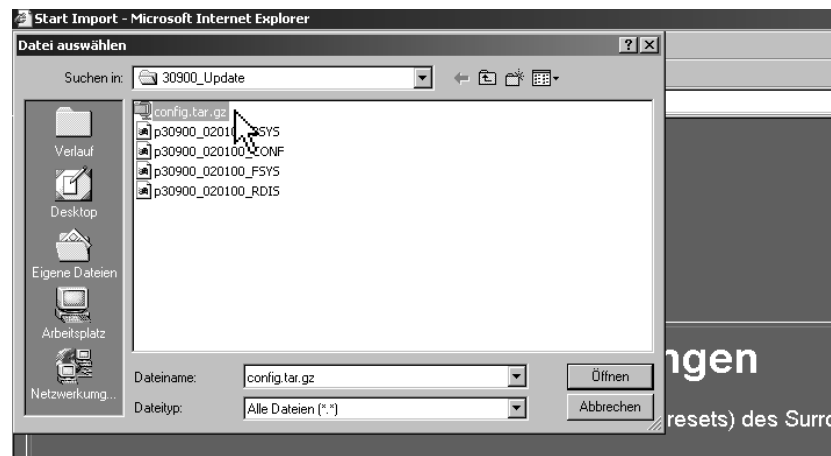

Bild 5-20: Dialog zum Auswählen der Import-Datei („config.tar.gz“)
4. Wählen Sie über den jetzt angezeigten Dialog das Verzeichnis (z. B.: „C:\30900_update“) aus, in dem Sie die Datei „config.tar.gz“ mit den Anwendereinstellungen abgelegt haben. Klicken Sie diese Datei an und klicken Sie anschließend auf „Öffnen“ (siehe Bild 5-20).